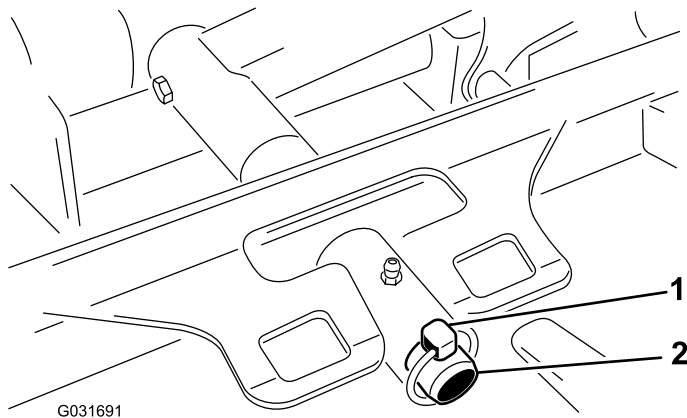

Рисунок 62
3. Извлеките шплинт, который крепит несущую раму деки к оси поворота подъемного рычага (Рисунок 62).
3. Наденьте несущую раму деки на ось поворота подъемного рычага и закрепите ее при помощи шплинта (Рисунок 62).